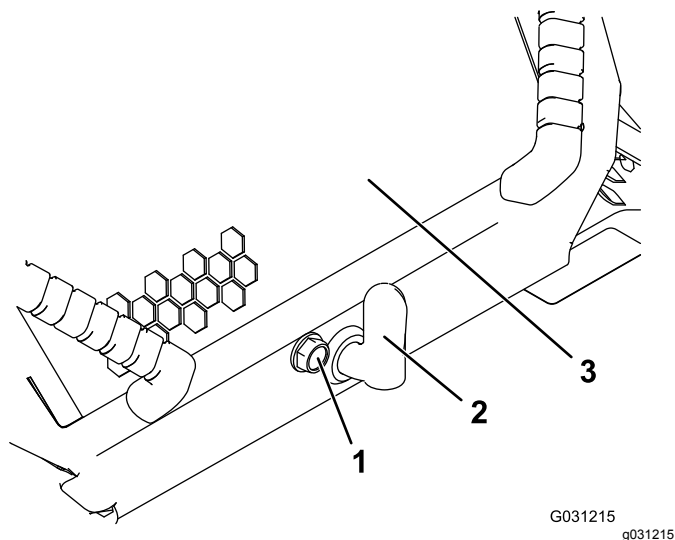

図 32
3. フード固定ねじを締めてラッチを固定する 図 32。
1. フード固定ねじをゆるめる 図 32。
2. フードラッチを右に回す 図 32。
3. ハンドルをつかんでフードを開ける 図 32。